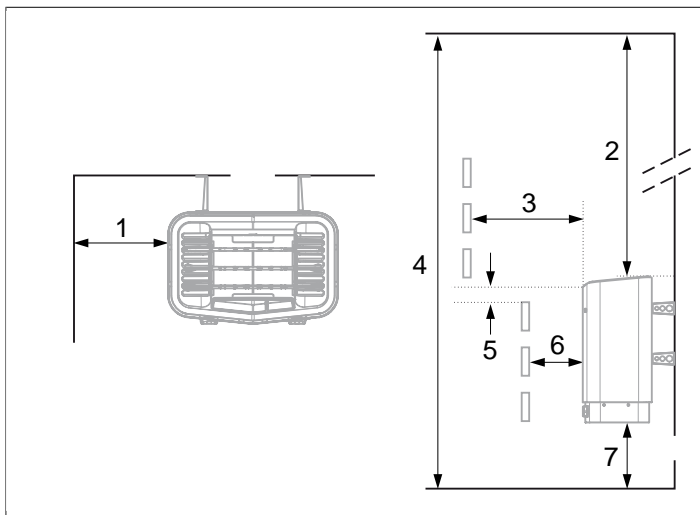

Abb. 2: Position des Saunaofens – Normalmontage
- Mit sicherem Abstand zu Boden, Seitenwänden und Einrichtung, siehe **Abb. 2**, Seite 2